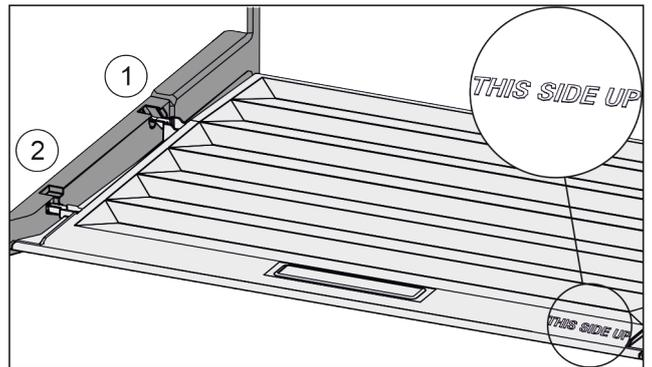

Fig. 32
- Výstupky veka zaveďte cez otvor zadného držiaka Fig. 32 (1) a zaistite vpredu v držiaku Fig. 32 (2).